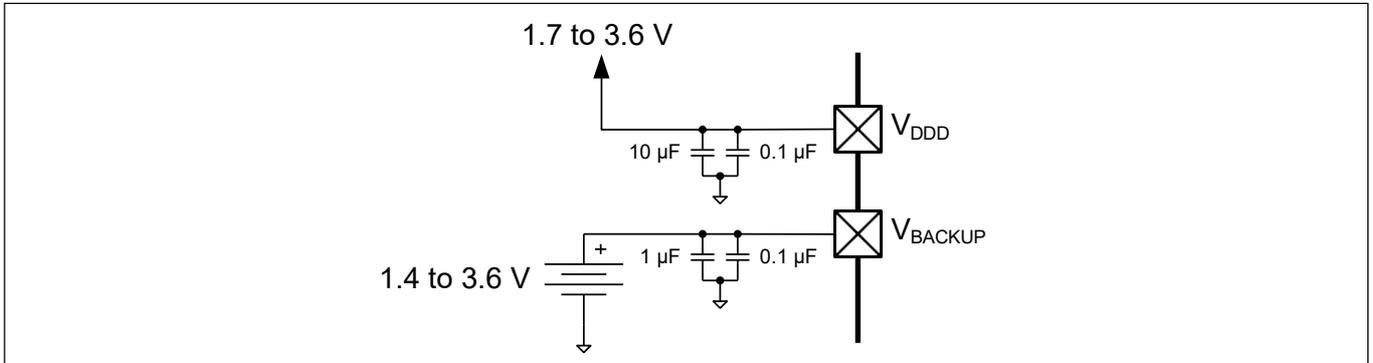

图 15 单独的电池连接到 V_{BACKUP}
- V_{BACKUP} ：备份域电源，包括 32 kHz WCO 和 RTC。它可以是低至 1.4 V 的独立电源，用于电池或超级电容备份，如图 15 所示。否则，连接到 V_{DDD} 。它为 I/O 端口 0 供电。